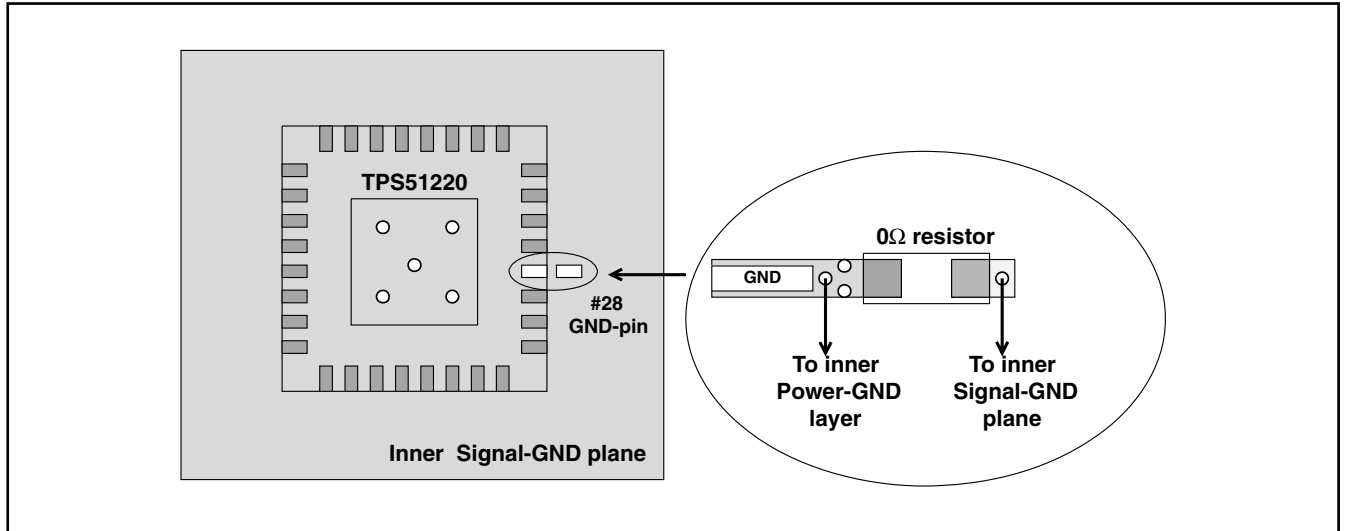

図 53. GND Layout Example
- VREF2コンデンサ、VREG3コンデンサ、RF抵抗、VFB抵抗、その他アナログ部品にはシグナルGNDを使用します。シールドする目的で内層にシグナルGNDのエリア(IC真下の層に、IC及び周辺部品を完全に覆う広さ)を設けることを推奨します(図53参照)。
- VREG5コンデンサ、VINコンデンサ、Voutコンデンサ、ローサイドMOSFETにはパワーGNDを使用します。パワーGNDと信号GNDはICのGND端子の近くで接続しなければなりません(図53参照)。